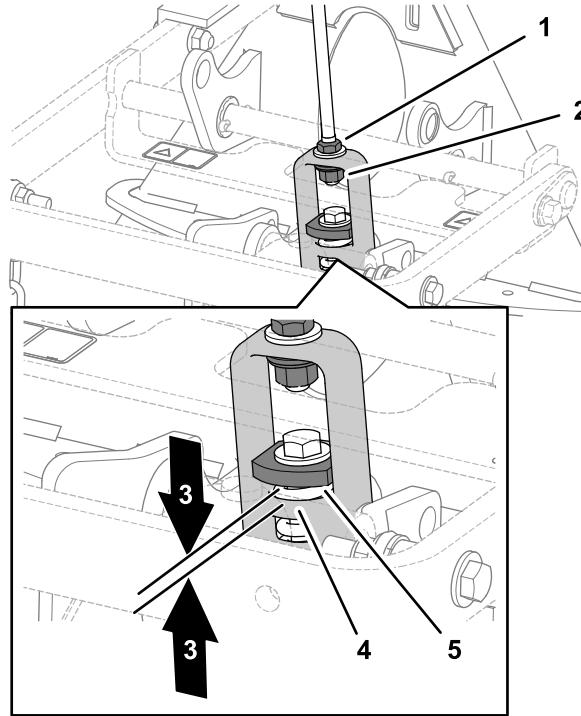

Figura 8
Nota: El enganche está ajustado correctamente si mide un espacio de 1,5 a 2 mm entre la arandela de gran resistencia y el hombro de la horquilla de elevación (Figura 8).
2. Mida el espacio entre la arandela de gran resistencia y el hombro de la horquilla de elevación en el adaptador de accesorios, tal y como se muestra en la Figura 8.